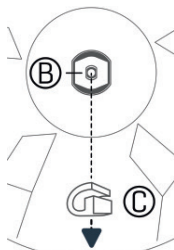

Figure 2
- 1 Desserrez l'écrou inférieur du Tilter du Charleston (A).
- 2 Fixez le blocage de rotation (B) sur l'axe de la partie supérieure du Tilter (A).
- 3 Faites passer le Tilter et le blocage de rotation par l'orifice central de la cymbale supérieure (C).
- 4 Orientez le blocage de rotation (B) vers la partie concave de la cymbale, comme le montre la Figure 2.
- 5 Serrez de nouveau l'écrou inférieur (D) sur l'axe du Tilter (A) et attachez l'amortisseur du Tilter (E) à l'écrou inférieur (D).
- 6 Pour une fixation légère de la cymbale, serrez l'écrou supérieur (A).